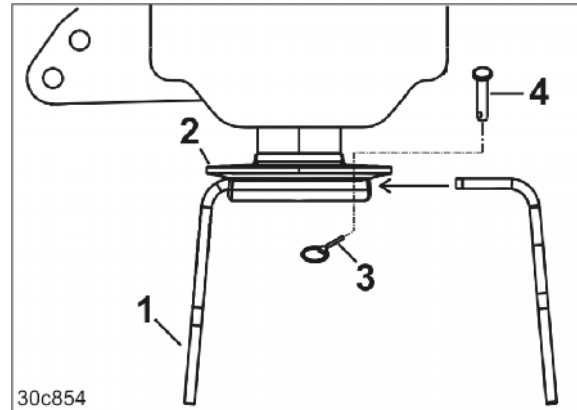

Рис. 67
Почвообрабатывающие зубья (Рис. 67/1) закреплены в карманах держателей (Рис. 67/2).
1. Вытяните пружинный фиксатор (Рис. 67/3) из крепежного пальца (Рис. 67/4).
2. Выбейте крепежный палец (Рис. 67/4) из держателя вверх.